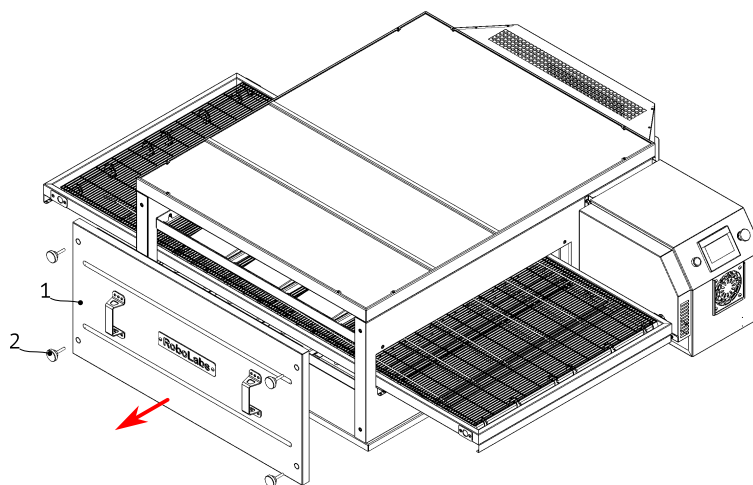

Рисунок 9
3. Открутите четыре винта фиксации (2) и снимите дверь (1), см. Рис. 9.